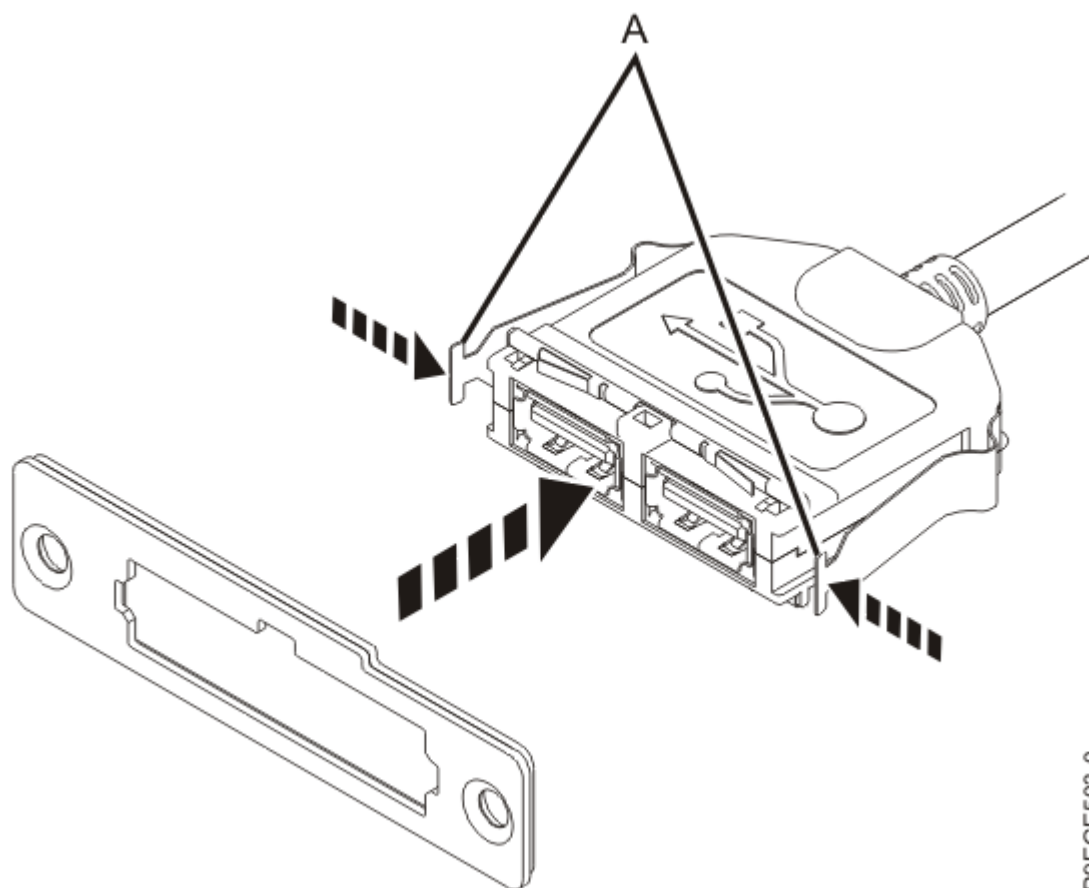

Figure 10. Installation du câble USB avant dans le support USB avant
2. Verrouillez le connecteur du câble USB dans le support USB. Vérifiez que le taquet du connecteur est aligné avec le support. Pincez les taquets (**A**), comme indiqué à la Figure 10, à la page 12, et insérez le connecteur dans l'ouverture jusqu'à ce que les taquets soient verrouillés.